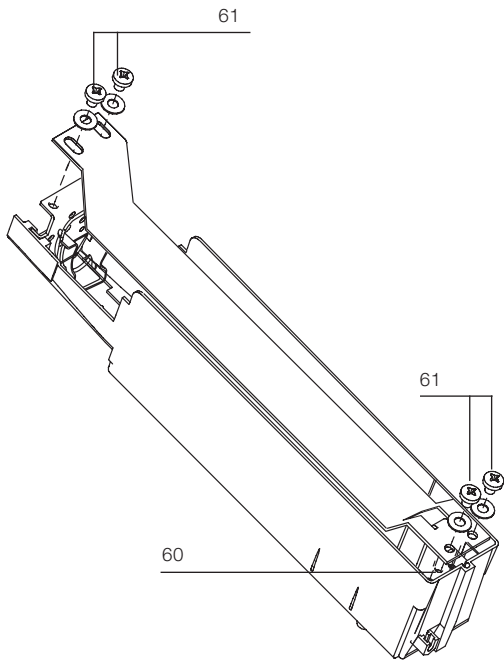

Fig. 21
a) Montaje (fig. 21)
b) Desmontaje (fig. 21)